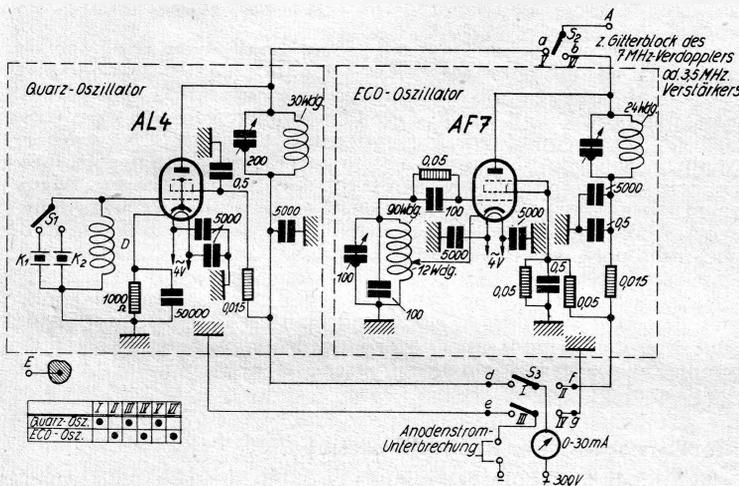

Abb. 2. Die Schaltung besteht aus einem umschaltbaren Quarz- und ECO-Oszillator. Die Umschaltung befordern die Schalter S2/S3.
Rechts: Abb. 2. Stufenschalter.
Der Universal-Oszillator ist als Zweifach-Oszillator ausgeführt worden. Im Kristallozillator findet eine Fünfpolströhre AL 4 Verwendung. Im Gitterkreis (vgl. Abb. 2) befindet sich neben der HF-Drossel (HD) ein zweipoliger Umschalter S₁ mit isolierter Achse zur Umschaltung der beiden Normalquarze K₁ und K₂ für 3500 kHz und 3600 kHz. Für mehrere umschaltbare Quarzkristalle müßte die Kontaktzahl des Stufenhalters entsprechend größer gewählt werden, bei Vorhandensein eines Quarzes kann S₁ selbstverständlich wegfallen. Die negative Gittervorspannung erzeugt ein 1000-Ω-Widerstand in der Kathodenleitung, der durch einen 50 000-cm-Blockkondensator überbrückt wird. Die beiden Heizleitungen sind durch zwei 5000-cm-Blockkondensatoren abgeblockt. Der Anodenkreis wird auf die Quarzfrequenz abgestimmt und für das 80-m-Band dimensioniert. Bei einem 200-cm-Abstimmkondensator besitzt die Anodenkreisspule 30 Windungen (Draht 0,4 mm, Baumwolle-Isolation, auf Calitkörper von 25 mm Durchmesser). Ein 15-kΩ-Widerstand vor dem Schirmgitter verringert die verhältnismäßig hohe Anodenspannung auf 240 Volt. Anodenspannung und Schirmgitterspannung werden der Röhre AL 4 über die Anschlüsse d und e der Kontaktsätze I und III des Umschalters S₃ zugeführt. Die Ankopplung des Quarzoszillators an die folgende Verdoppler-(Verstärker-)Stufe geschieht über Anschluß a durch Schaltkontakt V des Umschalters S₂. Im ECO-Oszillator benutzen wir als Schwingröhre die Fünfpolströhre AF 7. Der frequenzbestimmende Gitterkreis arbeitet auf dem 1,75-MHz-Band, während der Anodenkreis eine auf 3,5 MHz verdoppelte Frequenz aufweist. Es sieht dann an Kontakt b des Kontaktes VI des Umschalters S₂ gleichfalls eine 3,5-MHz-